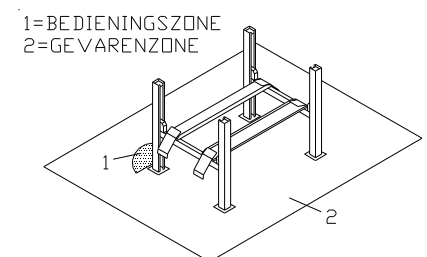

Fig.6
De veiligheidszone (Fig.6) wordt bepaald door de afmetingen van het voertuig.
Tijdens stijg- en daalbewegingen moet de bediener zich in de bedieningszone (1) bevinden, zoals aangegeven in Fig.6 . De aanwezigheid van personen onder het voertuig is alleen toegestaan als het voertuig geparkeerd is in de geheven stand.